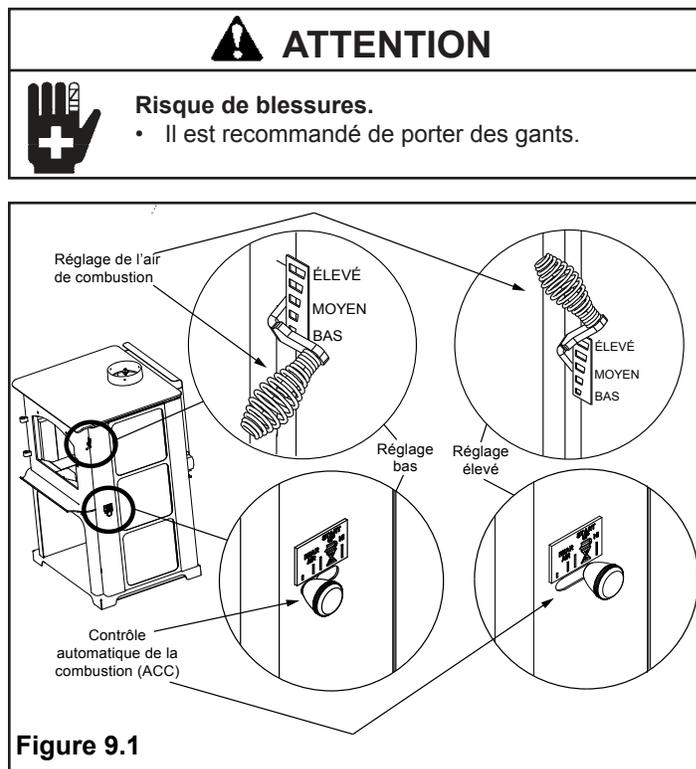

Figure 9.1
Ceci garantira un feu aussi propre que possible. Si les flammes s'éteignent, le taux de combustion est réglé à un niveau trop bas pour entretenir la combustion. Le réglage d'air situé dans l'angle supérieur droit sert à régler le taux de combustion. Il est appelé réglage de l'air de combustion. **Figure 9.1**
Cette admission d'air est située en haut sur l'avant de la boîte à feu, près du bord supérieur de la porte vitrée. Cet air préchauffé fournit l'oxygène nécessaire au mélange des gaz non brûlés pour créer une deuxième, troisième et quatrième combustion. Cet air est régulé par le réglage de l'air de combustion. Lorsque la commande est déplacée vers le haut, elle est sur le réglage maximum. Si elle est déplacée vers le bas, elle est sur le réglage minimum. **Figure 9.1**
Ouvrez entièrement les systèmes de réglage de l'air de combustion et de l'ACC. Pour le réglage de l'air de combustion, poussez la poignée à ressort vers le haut. Pour le système de minuterie de l'ACC, poussez le bouton vers l'arrière de l'appareil jusqu'à ce qu'il soit situé sous la position élevée. **Figure 9.1**
Afin de maximiser la sortie de chaleur par le système de minuterie ACC, aussi connu comme brûlage élevé, poussez le levier de commande de réglages de l'air de l'ACC vers l'arrière de l'appareil et laissez-le ainsi. Ceci, combiné avec le levier principal du taux de combustion poussé vers le haut, vous obtiendrez la plus grande quantité d'air nécessaire à obtenir la plus grande quantité de chaleur. **Figure 9.1**
- Activez ensuite le système de minuterie ACC en poussant le bouton en position élevée, complètement vers l'arrière de l'appareil, puis ramenez-le vers l'avant de l'appareil jusqu'à ce que le bouton s'arrête (**Figure 9.1 à la page 9**).